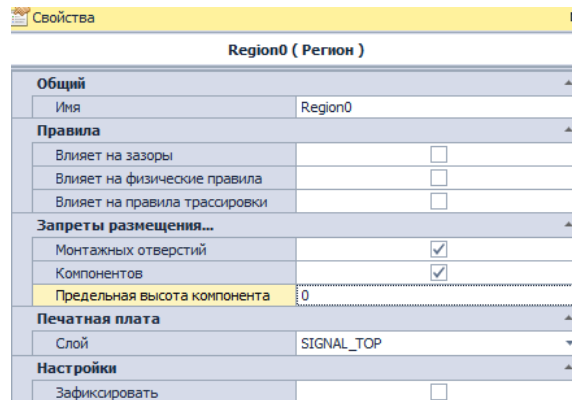

Рис. 128 Выбор типов запрещенных для размещения объектов
- В панели «Свойства» отметить флагом те типы объектов, для которых в регионе будет установлен запрет на размещение, см. Рис. 128.